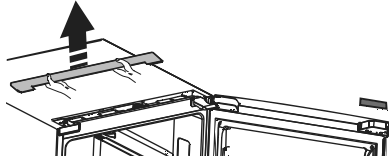

Figura 1
- 2 Haciendo palanca, extraiga la cubierta superior de la unidad utilizando una espátula y quitela (ver Figura 1).